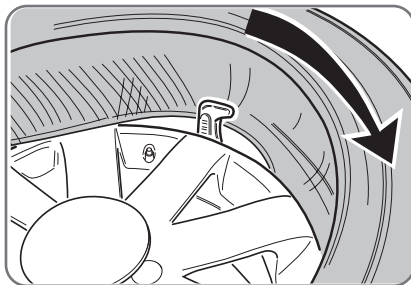
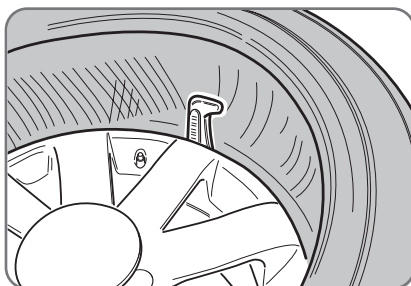

Fig. 6.45
Fig. 6.46
- Maintenir légèrement enfoncée la section du pneu avec le talon inférieur non encore introduit dans la jante et appuyer sur la pédale (Fig.6.45) pour commencer la rotation jusqu'à ce que le premier talon soit complètement introduit (Fig.6.46).